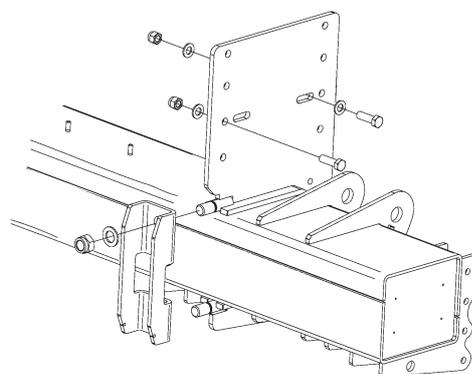

Figura 16. Montar el perfil en U con las tuercas y arandelas correspondientes
8. Montar el perfil en U con las tuercas y arandelas correspondientes, sin apretar. Apretar las tuercas alternativamente hasta que el perfil en U quede recto contra la estructura, véase Figura 16.